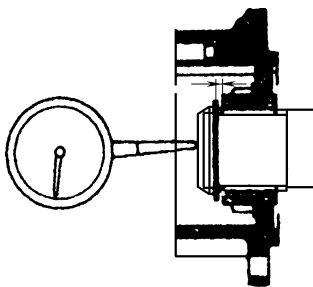

图 4-6 手动自由轮机构的端隙测量
② 带手动自由轮机构的车辆。顶起车辆,卸下前轮,把自由轮机构的控制手柄推到FREE位置,拆下罩盖。手动自由轮机构的端隙测量如图4-6所示,安装百分表,沿轴向移动半轴,测出间隙。